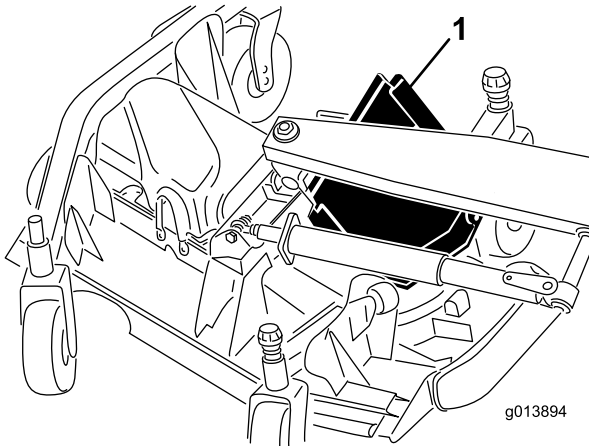

Bild 49
6. Heben Sie die vordere Kante an und führen sie zwischen dem Hubarm und der Rolle, um sie zu entfernen (Bild 49).